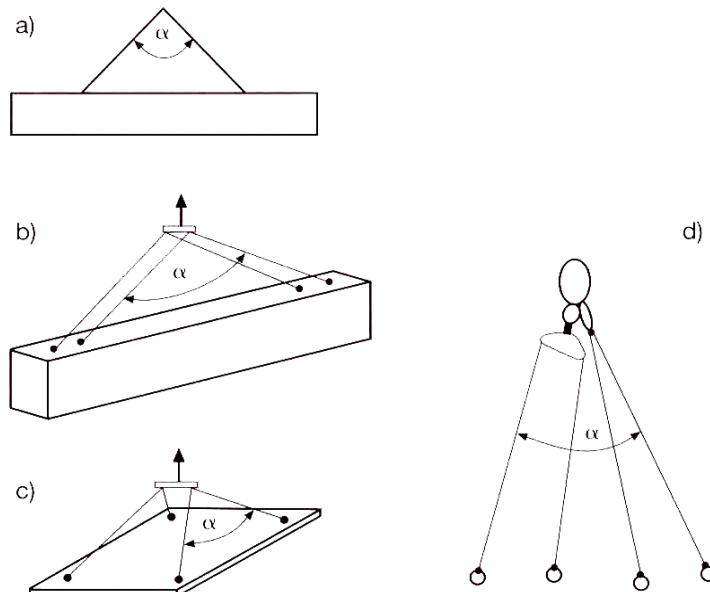

Bild 2: Auswahl des Seilgehänges
- bei einem zweisträngigen Seilgehänge (Bild 2 a) 85 % des Gesamtgewicht des Fertigteils;
- bei einem viersträngigen, selbstständig ausgleichenden Seilgehänge (Bild 2 b, 2 c und 2 d) 45% des Gesamtgewichtes des Fertigteils.
Platten (Decken, Balkone, Podeste und sonstige plattige Elemente) werden mit viersträngigen, selbstständig ausgleichenden Seilgehängen montiert (Bild 2 c und 2 d). Viersträngige, nicht selbstständig ausgleichende Seilgehänge dürfen nicht verwendet werden.